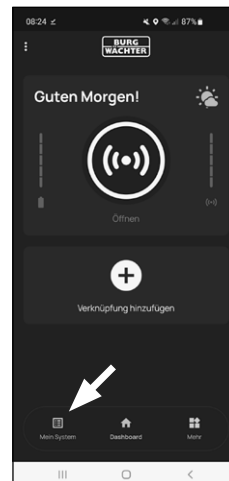

Abb. 4
- Es erscheint der Hauptschirm der *BURGSmart* App. Öffnen Sie das Menü „Mein System“ unten links (Abb. 4).